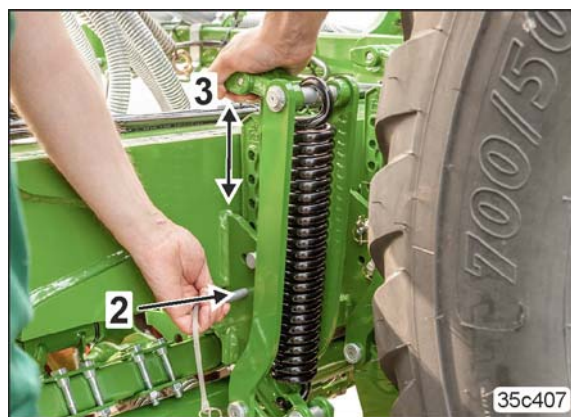

Fig. 198
3. Bolzen (Fig. 198/2) entsichern, Spurlockerer am Handgriff halten (Fig. 198/3) Bolzen entfernen und Arbeitstiefe in die gewünschte Position bringen.
4. Bolzen (Fig. 198/2) einsetzen und mit Klappstecker sichern.